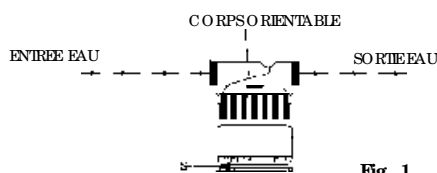

Fig. 1
- * La flèche gravée sur le corps en laiton (fig.1) doit être orientée dans le sens de la circulation de l'eau. Le filtre peut être branché sur des canalisations verticales et horizontales grâce au corps en laiton pivotant sur 360°.
Effectuer un contre-lavage périodique, pour nettoyer la cartouche filtrante de toutes les impuretés en suspension, telles que limon, sable etc. (nous conseillons de le faire au moins une fois par mois). La cartouche filtrante doit être remplacée au bout de 12 mois. Déplacer le curseur rouge d'un mois (fig. 1) après avoir effectué le contre-lavage.